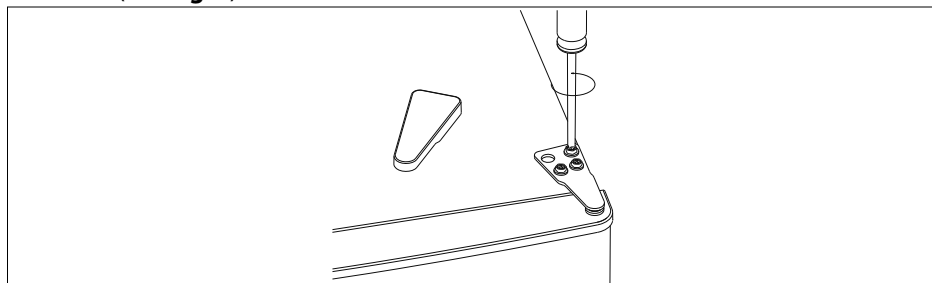

Fig. 3
- ▶ Desserrez les trois vis de la charnière supérieure (12) à l'aide d'un tournevis cruciforme (voir **fig. 3**).